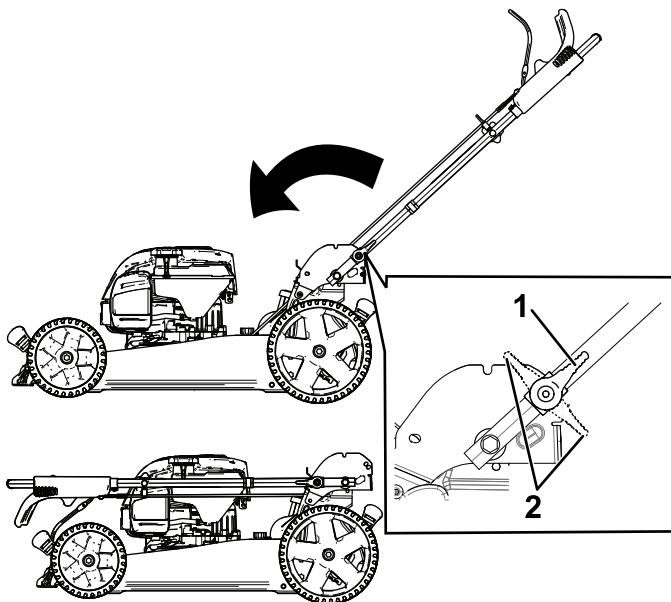

Figure 23
3. Déverrouillez le guidon (Figure 23).
4. Pliez le guidon complètement en avant (Figure 23).